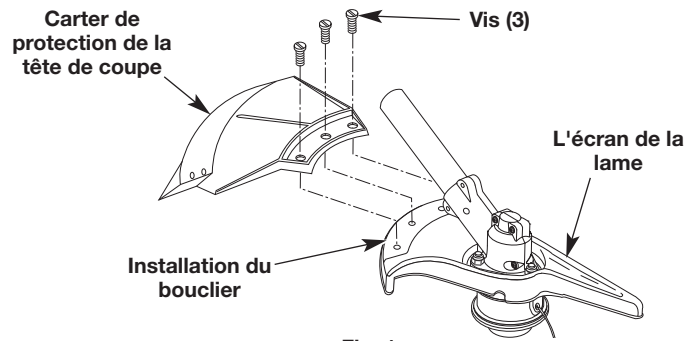

Fig. 1
1. Placez le bouclier de la tête de coupe sur la surface de montage du bouclier se trouvant sur le protège-lame (Fig. 1).
2. Insérez les vis (3) à travers les ouvertures du bouclier de la tête de coupe (Fig. 1).
1. Dévissez les vis (3) du bouclier de la tête de coupe au moyen d'un tournevis cruciforme (Fig. 1).